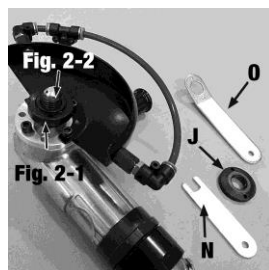

fig. 2
3. Placez une lame de coupe diamantée humide (non fournie) sur la bride inférieure et assurez-vous que la lame est solidement fixée en place (fig. 2).